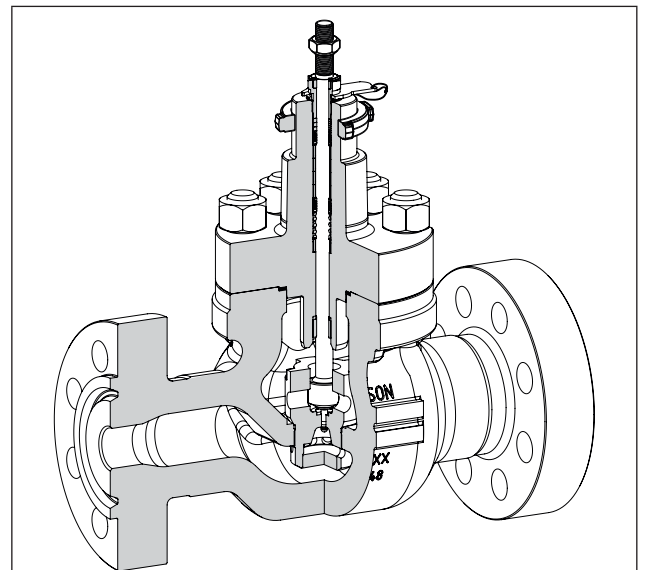

Bild 1: Durchgangsventil Typ 3251 mit Garnitur ZT-1-I
- **Garnitur ZT-1-I für Typ 3251** (Bild 1) · Durchgangsventil bis DN 80 und PN 400 (NPS 3 und Class 2500) · vgl. Tabelle 1 · vgl. Typenblätter ▶ T 8051 und ▶ T 8052